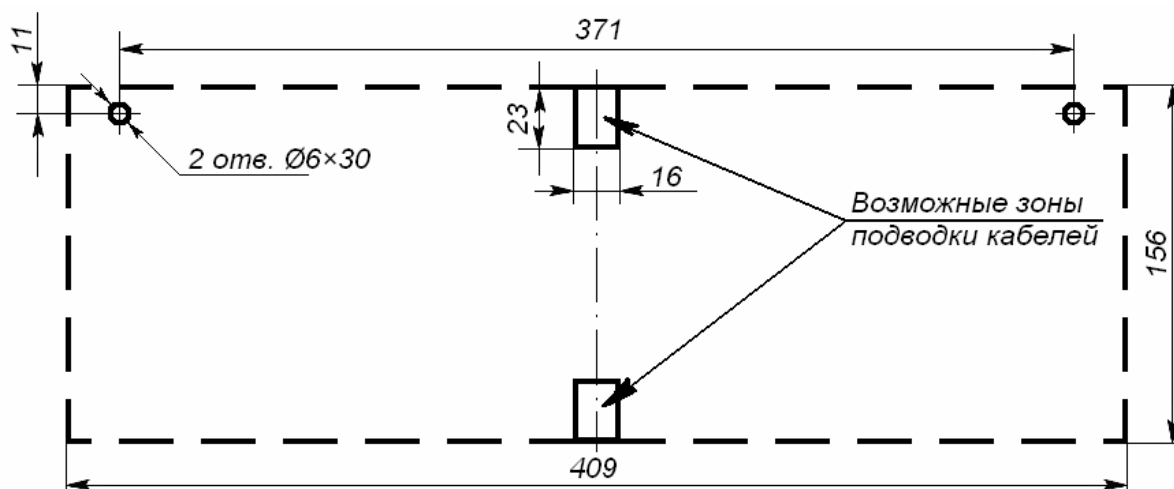

Рисунок 4. Схема разметки для установки TCB
- производить разметку установочных отверстий в соответствии с рис. 4;
2. Произведите разметку и разделку отверстий на установочной поверхности для крепления TCB и проводки всех кабелей (см. рис. 4). Установите в отверстия 6×30 пластиковые дюбели и вверните в них шурупы 4,2×25 так, чтобы головка шурупа отступала от стены на 5 мм.